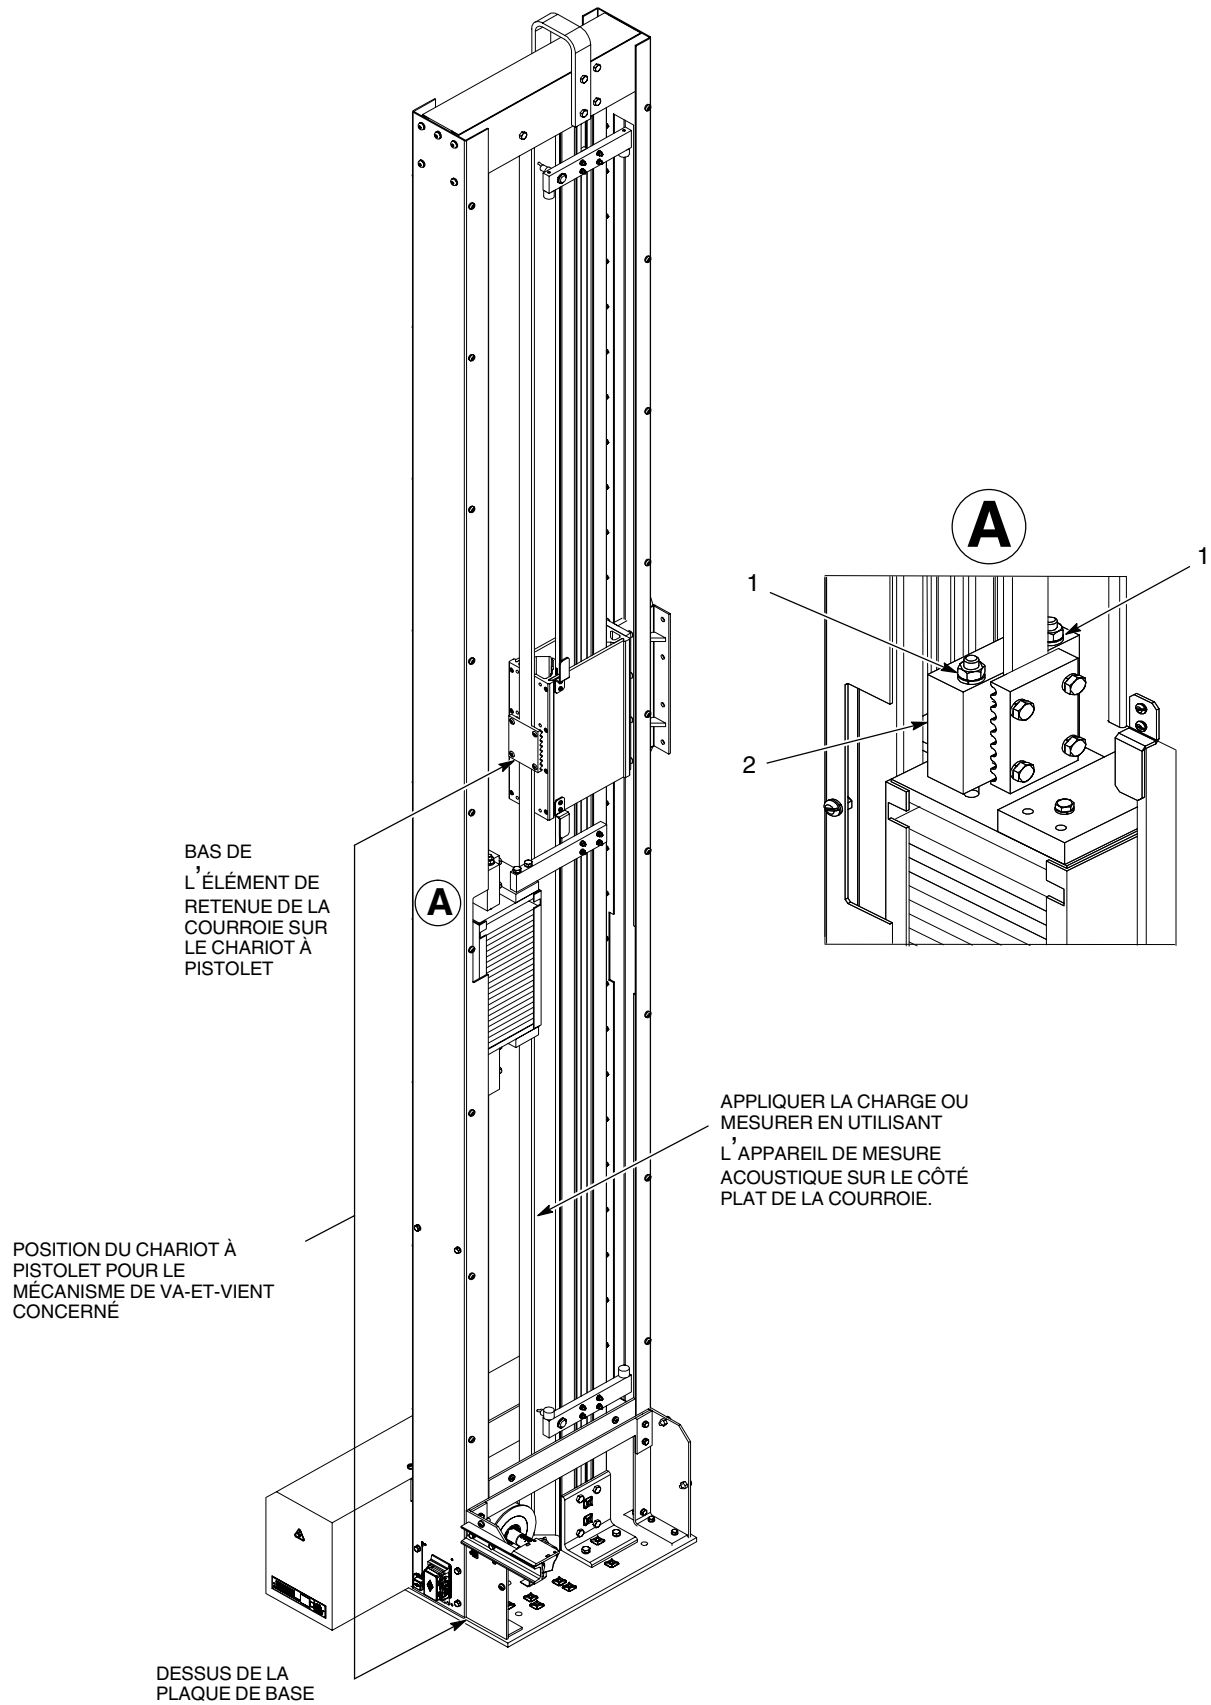

Fig. 10 Réglage de la tension de la courroie
2. Voir la figure 10. Serrer ou desserrer en alternance les écrous tendeurs (1) sur le dessus de l'élément de retenue de la courroie (2) de la poulie jusqu'à obtenir la mesure correcte.